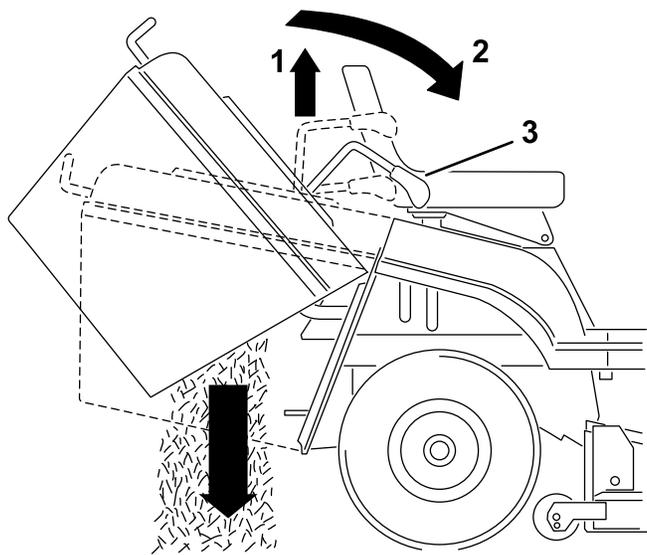

Figure 18
2. Sortez le levier de vidage télescopique et poussez-le en avant et vers le bas pour vider le bac à herbe (Figure 18).